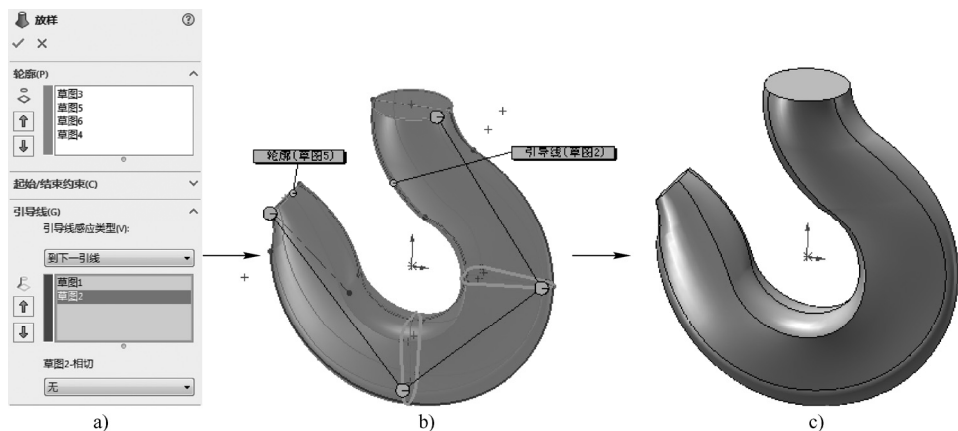

图 3-73 放样创建挂钩主体
STEP 1 打开本书提供的素材文件“3.8.3SC.SLDPRT”，单击“特征”工具栏中的“放样凸台/基体”按钮，顺序选择轮廓曲线（“草图3”～“草图6”），再选择引导线（“草图1”和“草图2”），单击“确定”按钮，创建挂钩主体，如图3-73所示。